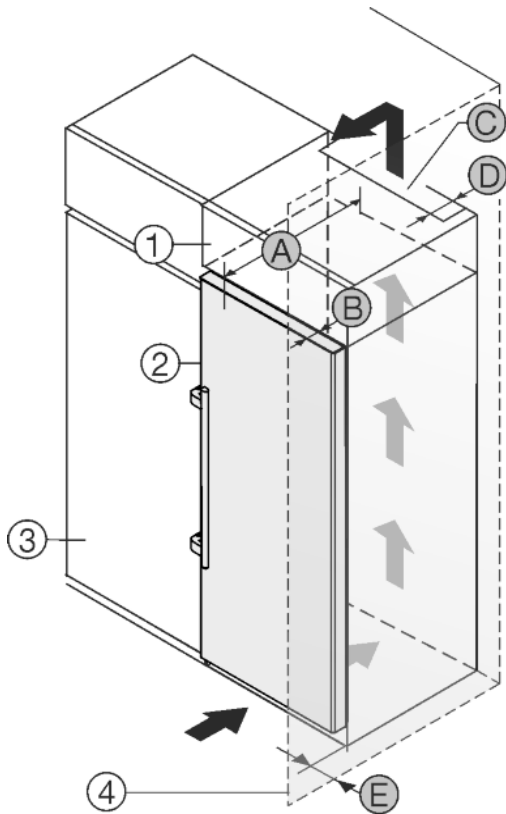

Fig. 20
Das Gerät kann mit Küchenschränken umbaut werden. Um das Gerät Fig. 20 (2) der Küchenzeilenhöhe anzugleichen, kann über dem Gerät ein Aufsatzschrank Fig. 20 (1) angebracht werden.
Das Gerät kann direkt neben dem Küchenschrank Fig. 20 (3) aufgestellt werden. Um die Türe vollständig öffnen zu können, muss das Gerät um die Tiefe Fig. 20 (B) gegenüber der Küchenschrankfront vorstehen. Abhängig von der Tiefe der Küchenschränke und Verwendung von Wandabstandshaltern kann das Gerät weiter herausragen.
- An der Rückseite des Aufsatzschrankes muss ein Abluftschacht mit der Tiefe Fig. 20 (D) über die gesamte Aufsatzschrankbreite vorhanden sein.
- Unter der Raumdecke muss der Entlüftungsquerschnitt Fig. 20 (C) eingehalten werden.
Wenn das Gerät mit den Scharnieren neben einer Wand Fig. 20 (4) aufgestellt wird, muss der Abstand Fig. 20 (E) zwischen Gerät und Wand eingehalten werden. Dies entspricht dem Griffüberstand bei geöffneter Tür.